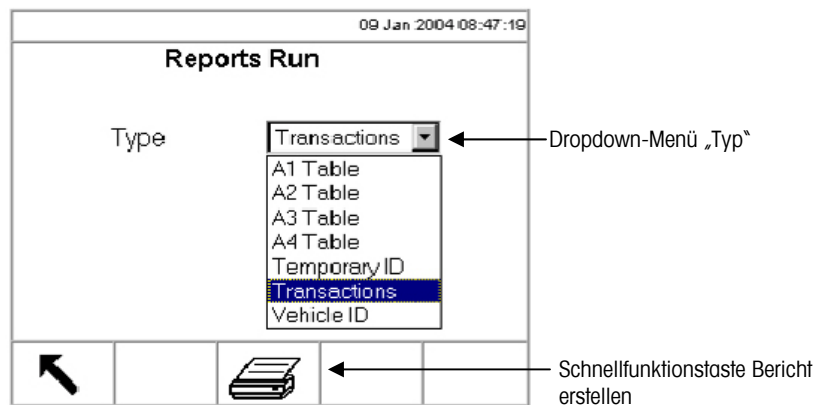

Abbildung 2-17: Bildschirm „Bericht erstellen/Vollständig“
1. Drücken Sie die Schnellfunktionstaste **BERICHT ERSTELLEN**. Der Bildschirm „Reports Run“ (Bericht erstellen/Vollständig) wird eingeblendet (siehe Abbildung 2-17).